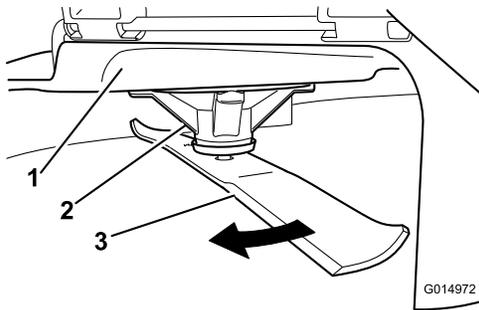

Figure 45
2. Enfilez des gants épais ou utilisez une autre protection adéquate pour les mains, et faites tourner la lame lentement jusqu'à une position permettant de mesurer la distance entre le tranchant et la surface plane sur laquelle se trouve la machine (Figure 45).